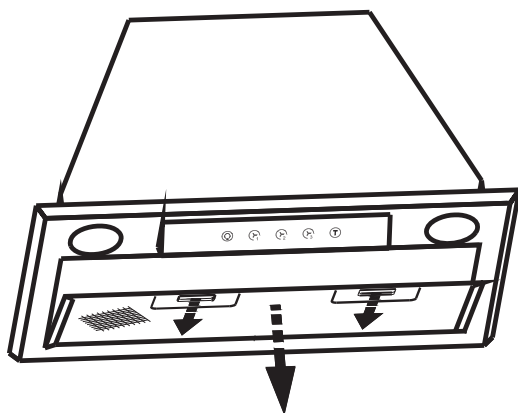

РИС.4
8.4 Для очистки алюминиевого фильтра извлеките его из зонта (рис.4) и произведите его очистку с помощью щетки водным раствором нейтрального моющего средства вручную или в посудомоечной машине (при 60°C). Сильно загрязненный фильтр не следует мыть в посудомоечной машине.
- снимите алюминиевый фильтр, (рис. 4);
- снимите алюминиевый фильтр блока, для этого нажмите на пружинные замки на фильтре, затем потяните его вниз и на себя (рис. 4);